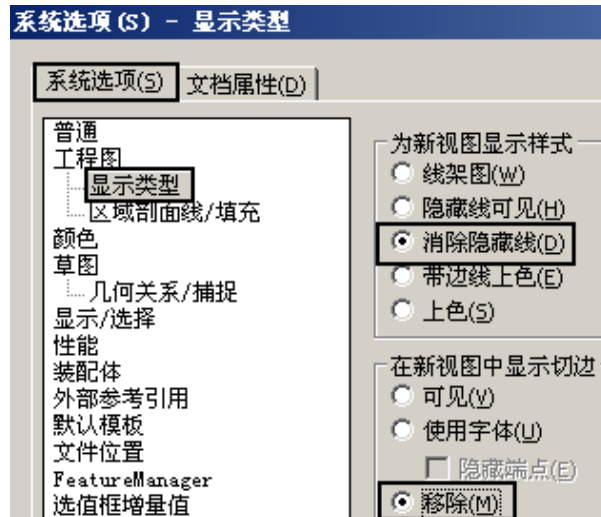

图 2-5 设置工程图显示类型
在“系统选项 (S)”选项卡中，如图 2-5 所示，在“工程图”下，单击“显示类型”，在右侧窗口中设置“为新视图显示样式”为“消除隐藏线”，设置“在新视图中显示切边”为“移除”，其余采用默认值。